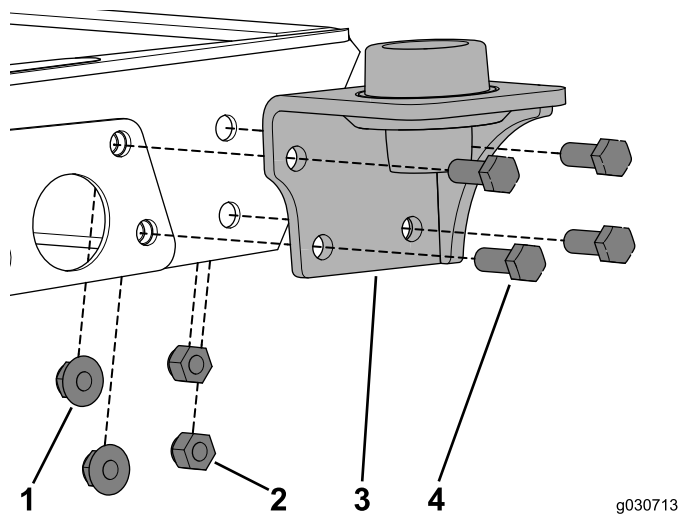

Рисунок 18
1. Снимите имеющиеся крепежные детали и установите крепление на машину при помощи 4 болтов (3/8 x 1 дюйм), 2 фланцевых гаек и 2 контргайк (Рисунок 18).